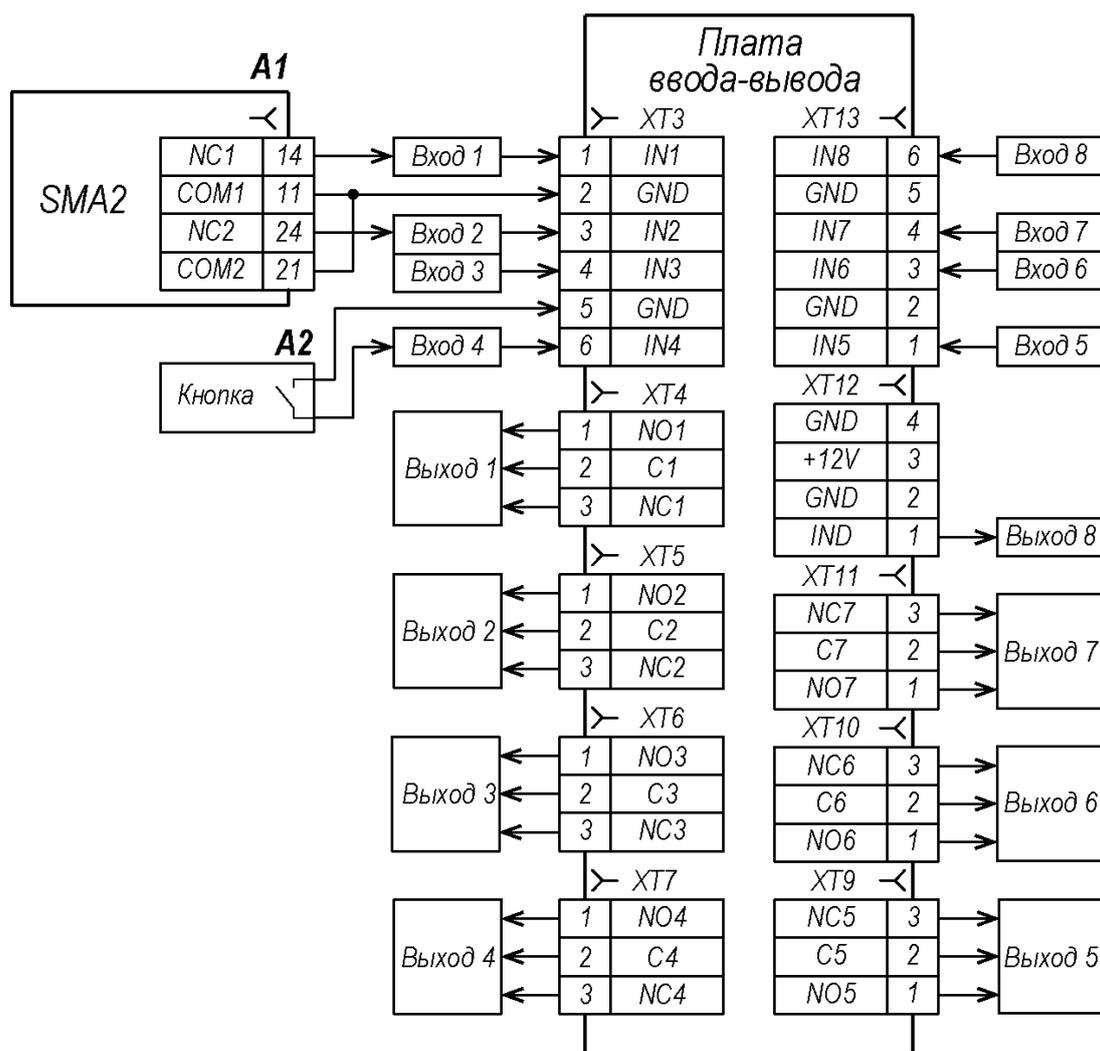

Рисунок 6. Схема подключения стойки и дополнительного оборудования
Содержание монтажных операций дано с учетом рекомендаций, приведенных в разд. 8.1. Оборудование и инструменты, необходимые при монтаже, перечислены в разд. 8.2. Номера позиций указаны в соответствии с рис. 1 и 2. Расположение клеммных колодок на плате ввода-вывода стойки показано на рис. 3, назначение контактов клеммных колодок указано в табл. 1. Схема подключения приведена на рис. 6. Используемые при подключении типы кабелей указаны в табл. 2.
7. Подключите кабели от других устройств к соответствующим клеммным колодкам платы ввода-вывода (22) согласно схеме на рис. 6. Схемы подключения дополнительного оборудования приведены в разд. 8.7.
8. Подключите кабель *Ethernet* (26) к свободному разъему коммутатора (20).
9. Термостат вентиляции и обогрева (15) отрегулирован на производстве для работы в заявленном температурном диапазоне (см. разд. 2) и не нуждается в дополнительной настройке. В случае необходимости дополнительной регулировки с помощью синего (правого) терморегулятора устанавливается максимальная температура, при достижении которой будет включаться вентилятор (23) для охлаждения стойки, а с помощью красного (левого) терморегулятора – минимальная температура, при достижении которой будет